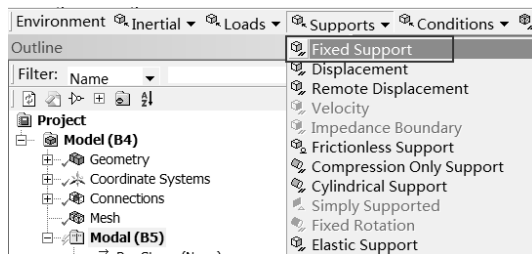

图 9-61 添加固定约束
Step2：选择 Environment 工具栏中的 Supports（约束） Fixed Support（固定约束）命令，此时在分析树中会出现 Fixed Support 选项，如图 9-61 所示。